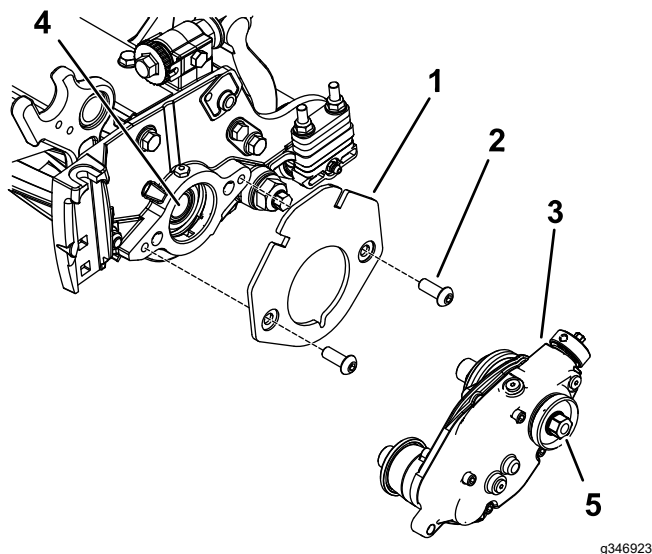

Рисунок 8
2. Прикрепите кронштейн груза к барабану при помощи 2 болтов со сферическими головками с внутренними шестигранниками ($\frac{3}{8} \times \frac{3}{4}$ дюйма), как показано на Рисунок 8.
243) на резьбу внутреннего вала барабана (Рисунок 8).
4. Присоедините блок привода механической щетки к валу барабана (Рисунок 8) при помощи шестигранной головки на блоке привода механической щетки.